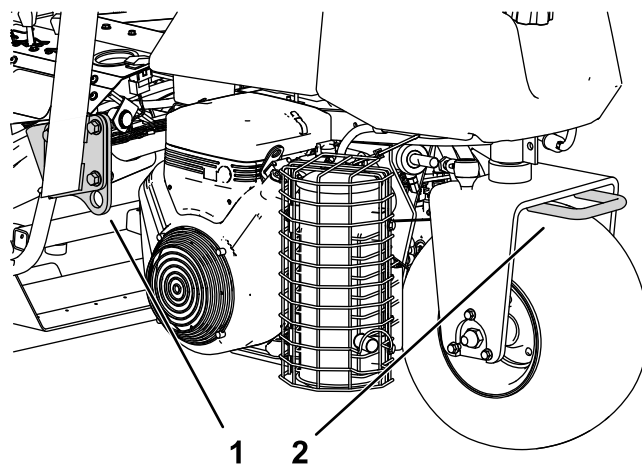

Figura 25
- Legați maina în siguranță folosind curele, lanuri, cabluri sau frânghii. Atât curelele din față, cât i cele din spate trebuie să fie îndreptate în jos i spre exteriorul mainii (Figura 25).